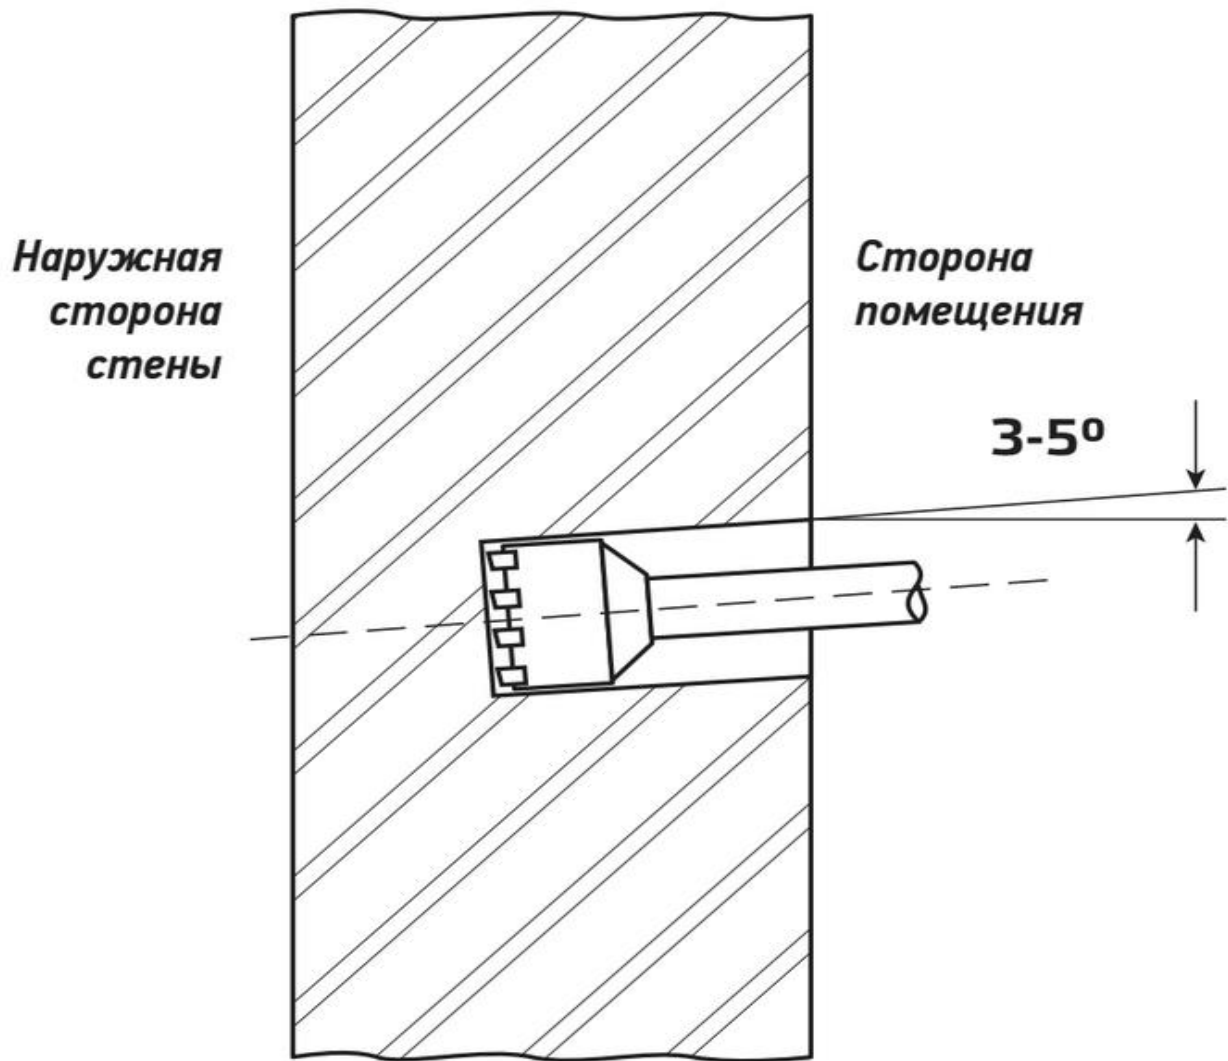

Рис.4. Прокладка канала воздуховода в стене
4.6.5. Пробурить канал воздуховода диаметром 110 мм согласно разметке. Обязательно использование промышленного пылесоса для удаления продуктов бурения и пыли в месте бурения см. рис. 4.